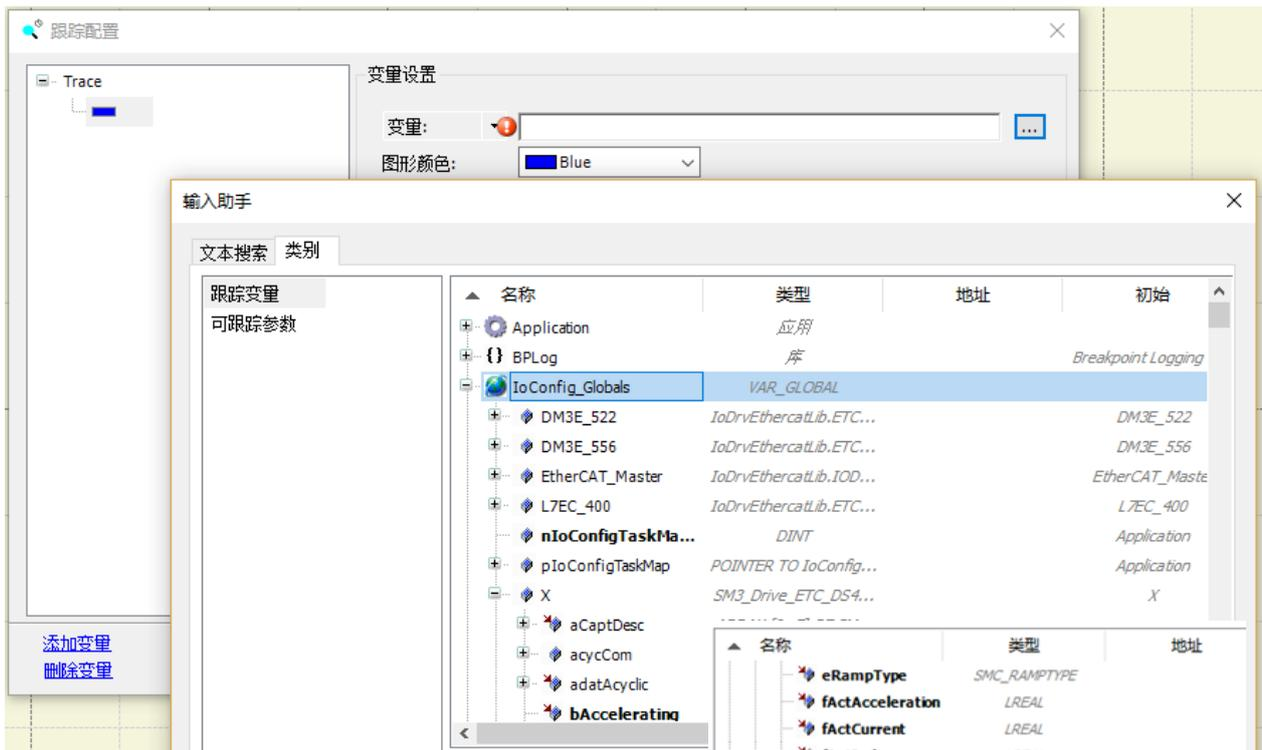

图 5.54 添加变量
- 再点击界面右上角的“添加变量”，弹出如图 5.54 所示的对话框。在“跟踪变量”中选“IOConfig\_Globals”下的“X”，找到 X 轴的位置变量 fActPosion，点“确定”。再添加 X 轴的速度变量 fActVelocity。